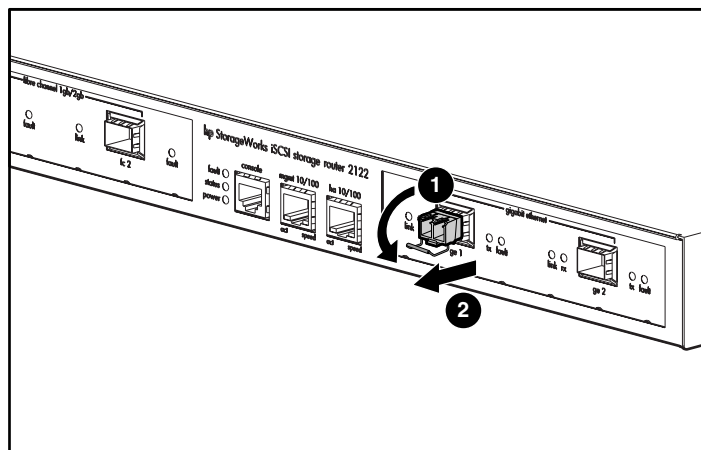
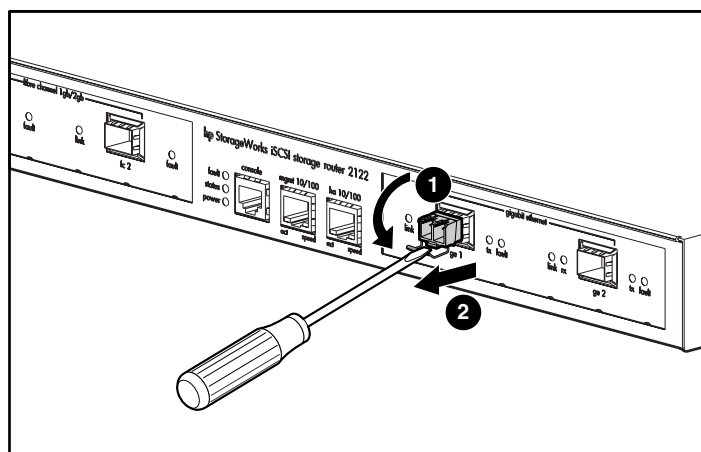

Figure 23 : Retrait d'un module SFP avec attache avec l'index
Figure 24 : Retrait d'un module SFP avec attache avec un tournevis plat
1. Ouvrez l'attache du module SFP avec votre index en le poussant vers le bas, comme illustré par la Figure 23. Si l'attache est obstruée et si vous n'arrivez pas à l'ouvrir avec votre index, utilisez un petit tournevis plat ou tout autre outil fin et long pour l'ouvrir comme illustré par la figure Figure 24.
2. Serrez le module SFP entre votre pouce et votre index et retirez-le avec précaution du port comme illustré par la Figure 23.